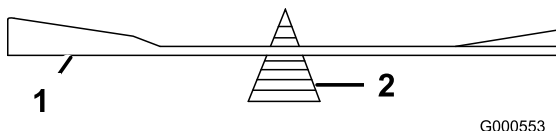

Figure 67
2. Vérifiez l'équilibre de la lame en la plaçant sur un équilibreur (Figure 67).